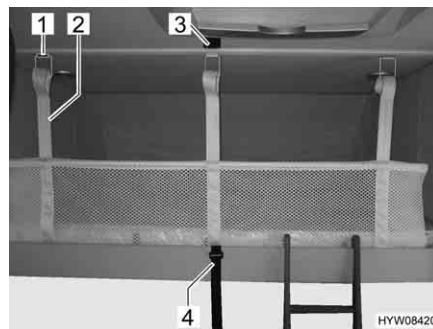

Fig. 82 Rete protettiva (montata)
- Staccare la cintura di ritegno (Fig. 82,4).
- Staccare le cinture di ritegno (Fig. 82,2) e sistemare la rete protettiva sotto il materasso.
- Assicurare il letto basculante al soffitto (Fig. 82,3) mediante la cintura di ritegno (Fig. 82,4).
- Agganciare le cinture di ritegno (Fig. 82,2) ai ganci (Fig. 82,1) del soffitto.